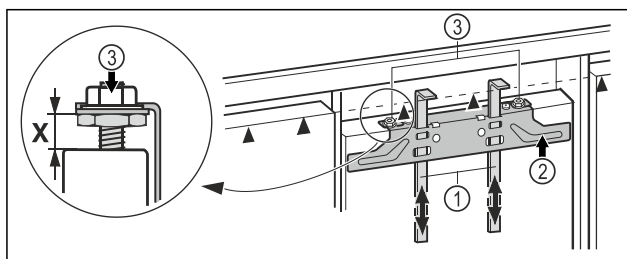

Fig. 18
- ▶ Монтажные приспособления Fig. 18 (1) сдвиньте вверх на высоту мебельного фасада. Нижняя упорная кромка ▲ монтажного приспособления = верхней кромке подлежащей установке мебельной двери.
- ▶ Открутите крепежную поперечину Fig. 18 (2) с помощью контргайки Fig. 18 (3).